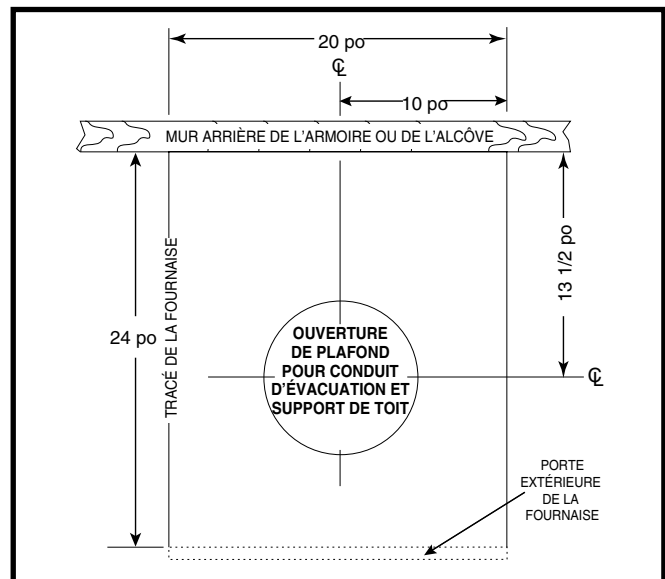

Figure 16. Dimensions de coupe pour le conduit d'évacuation et le support de toit
1. Déterminez la profondeur de la cavité dans le plafond du centre de l'ouverture du toit au centre de l'ouverture du plafond tel qu'indiqué comme « Dimension A » dans la Figure 16 \(page 10\).
2. Déterminez la hauteur du plafond et soustrayez la hauteur de la fournaise indiquée comme « Dimension B » dans la Figure 16.